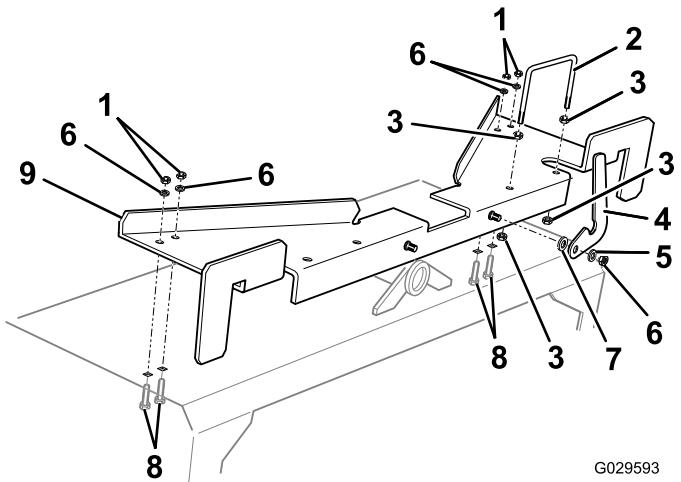

Bild 9
6. Montieren Sie die Halteplatten des Seitenschneideinheitsarms für die Schneideinheiten 1 und 7 wie folgt (Bild 9):